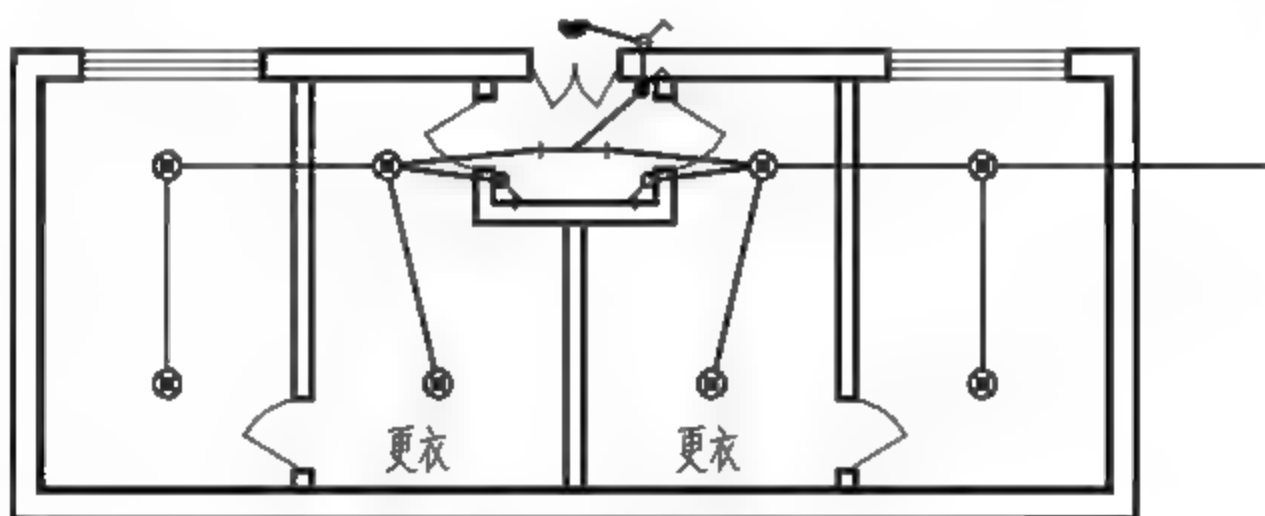

图7-93 绘制线路
(5) 将【线路】图层置为当前。调用PL【多段线】命令，修改【宽度】为30，绘制连接线路，如图7-93所示。